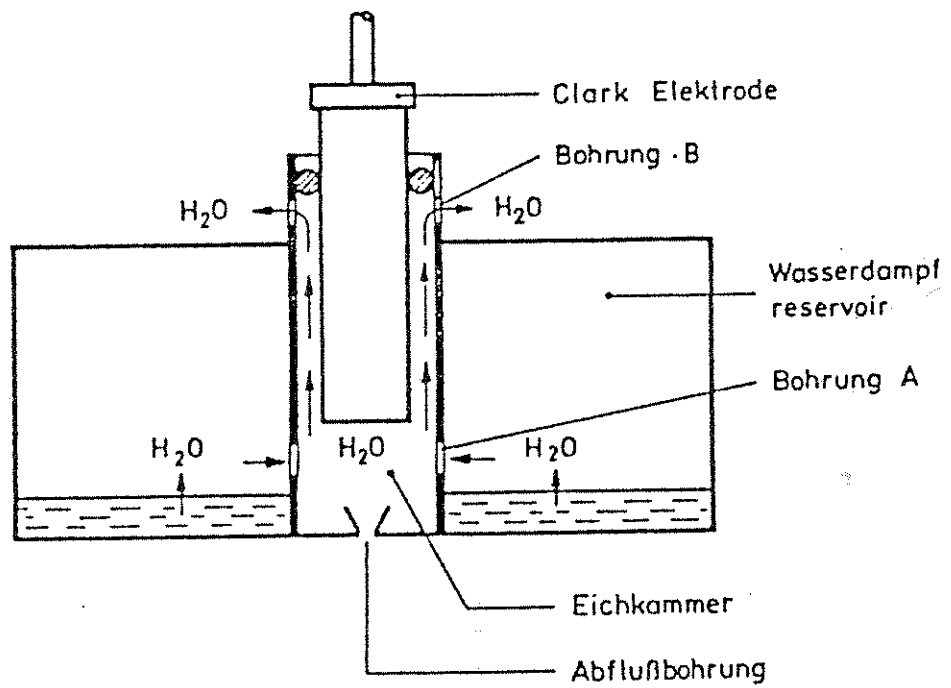

Abb. 1 Zur Wirkungsweise des Lufteichgefäßes OxiCal^R
6.2 Aufbau des OxiCal^R-Eichgefäßes (Abb. 1)